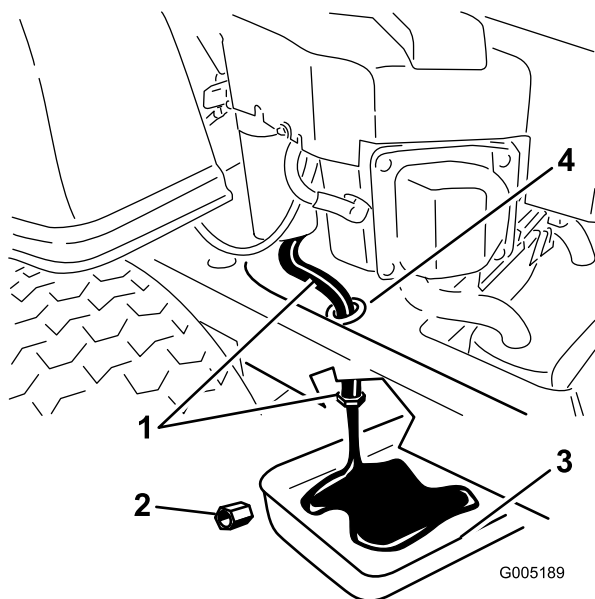

Figure 33
vidange jusqu'au châssis de la machine (Figure 33). Nettoyez autour du bouchon et du flexible de vidange d'huile.
6. Placez un bac de vidange sous la machine, juste sous l'orifice de vidange du châssis, comme illustré à la Figure 33.
7. À l'aide de deux clés (l'une pour tenir le flexible de vidange d'huile et l'autre pour desserrer le bouchon), retirez le bouchon de vidange d'huile (Figure 33).
13. Lorsque la vidange est terminée, remplacez le bouchon de vidange. Serrez le bouchon à 14 Nm. Essuyez l'excédent d'huile (Figure 33).